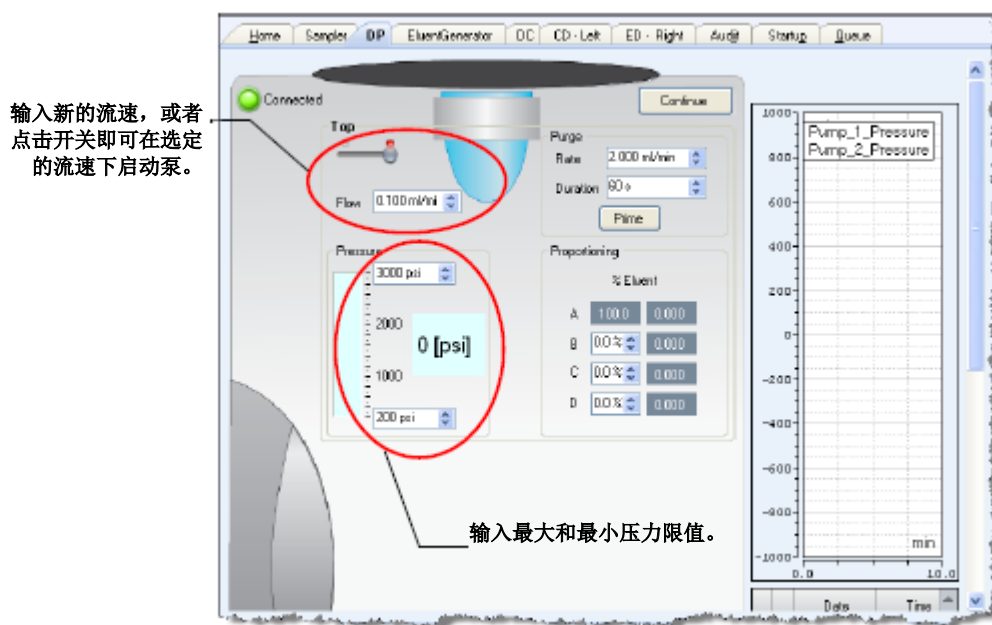

图 4-5. 设置泵流速和压力限值
- 在 Chromeleon ePanel 集上：点击泵选项卡即可显示泵 ePanel（见图 4-5）。